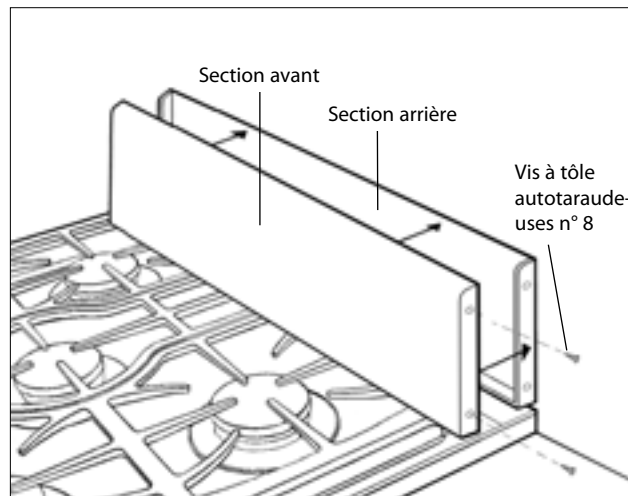

Fig.08
3. Fixez la section avant du dossier à la section arrière à l'aide des vis à tôle autotaraudeuses n° 8 fournies (fig. 08).